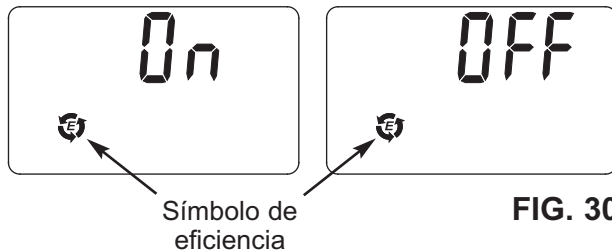

FIG. 30
1. Mantenga oprimido el botón PROGRAM (Programar) hasta que aparezca la pantalla que se indica en la Fig. 29. Cuando ello ocurra, oprima una vez el botón PROGRAM (Programar) y aparecerá una de las dos pantallas que se indican en la Fig. 30.